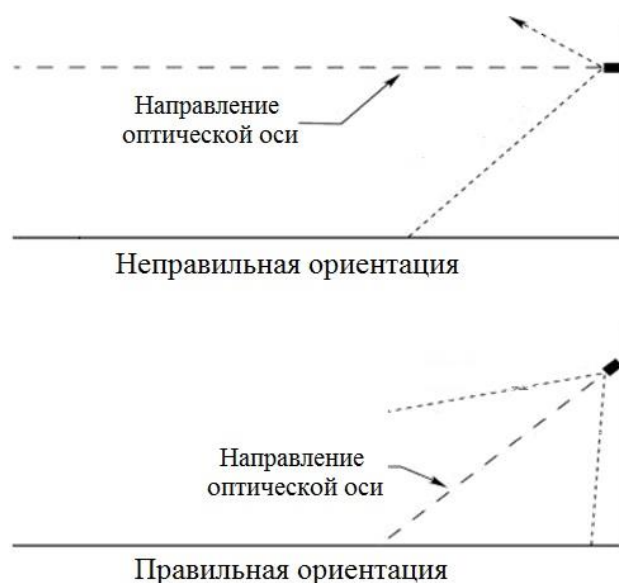

Рисунок 4 – Установка термокожуха с ИК-подсветкой по отношению к горизонту
- ИК-подсветку рекомендуется нацеливать на объект по нисходящей под углом к горизонту, по крайней мере, 10 - 20 градусов (см. рис. 4). Такая установка предотвращает скопление влаги на смотровых окнах.
- Открутить болт крепления крепежно-юстировочного устройства (5) и отсоединить от него термокожух, рис. 4;
- Определить место установки и закрепить крепежно-юстировочное устройство (6) к рабочей поверхности;
- Открутить фиксирующие винты и извлечь наполовину основание (заднюю крышку) с шиной из корпуса термокожуха, рис. 4;